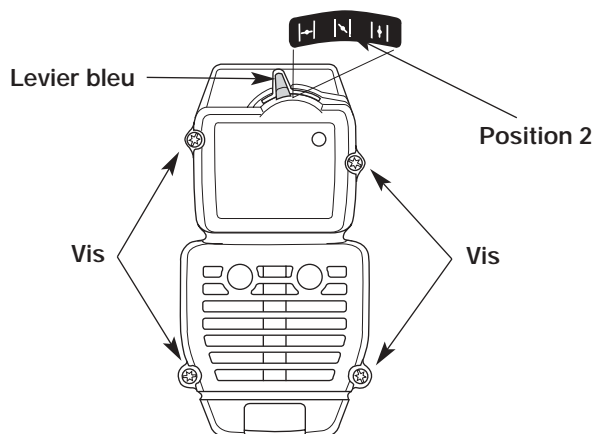

Fig. 21
**REMARQUE:** pour enlever le couvercle du filtre à air/silencieux, le levier bleu doit être en Position 2 (Fig. 21).
2. Retirez les quatre (4) vis retenant le couvercle du filtre à air/silencieux (Fig. 21). Servez-vous d'un tournevis à mèche no. 20 Torx.
2. Insérez les quatre (4) vis dans les trous du filtre à air/couvercle du silencieux (Fig. 21) et vissez sans trop serrer.